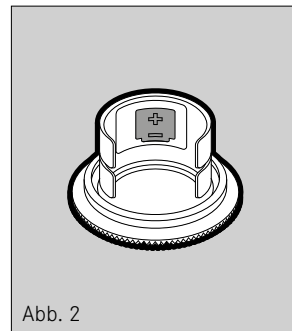

Abb. 2
- ▶ Batterie mit dem Pluspol zur Öffnung hin zeigend in den Batteriefachdeckel einlegen oder aus dem Batteriefachdeckel entnehmen (Abb. 2)